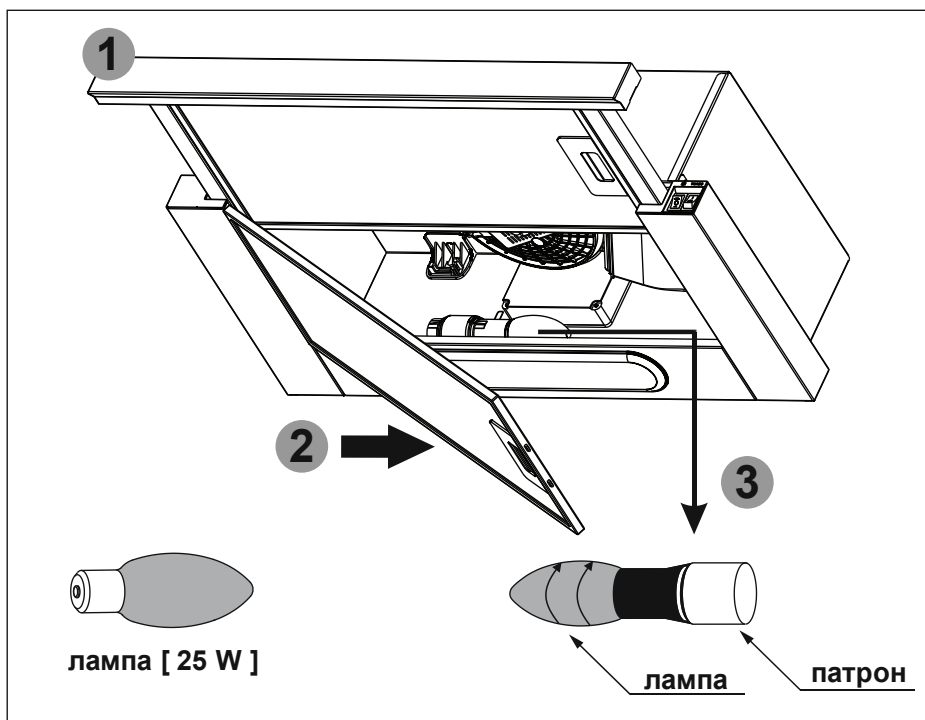

Рис.7
**8.9** На витяжці встановлення лампа накаливання для підсвітки робочої зони плити. Перед початком заміни лампи освітлення необхідно відключити витяжку від електромережі, дати можливість охолонути лампі. Для заміни лампи необхідно витягнути шухляду висувну **1**, зняти алюмінієвий фільтр **2**, утримуючи тримач патрона, злегка надавити на лампу **3** в напрямку патрона і, повернувши її проти годинникової стрілки, вийняти з корпусу витяжки (**рис.7**).